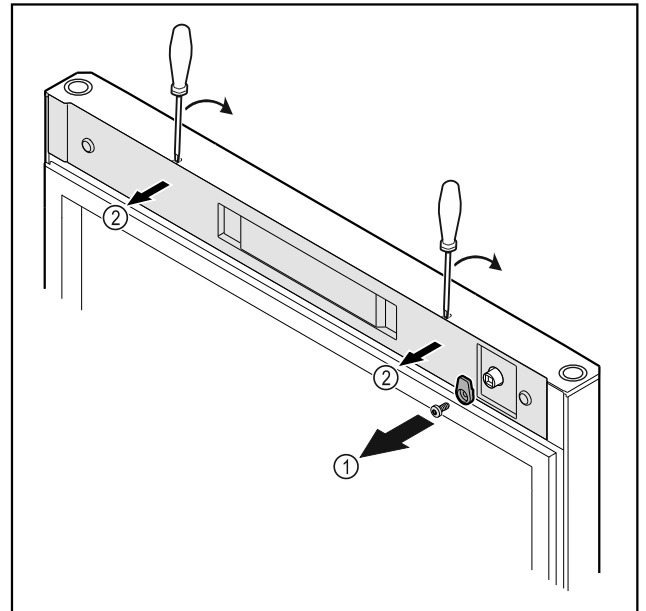

Fig. 18
- Dévisser le crochet de fermeture Fig. 18 (1).
- Décrocher le cache Fig. 18 (1) avec un petit tournevis et le retirer.